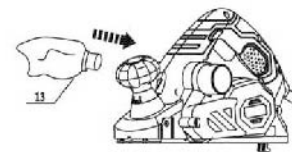

Fig. 2
Premere l'interruttore di avvio/arresto (2) per avviare l'utensile (Fig. 2). Rilasciare l'interruttore di avvio/arresto (2) per arrestare l'utensile.